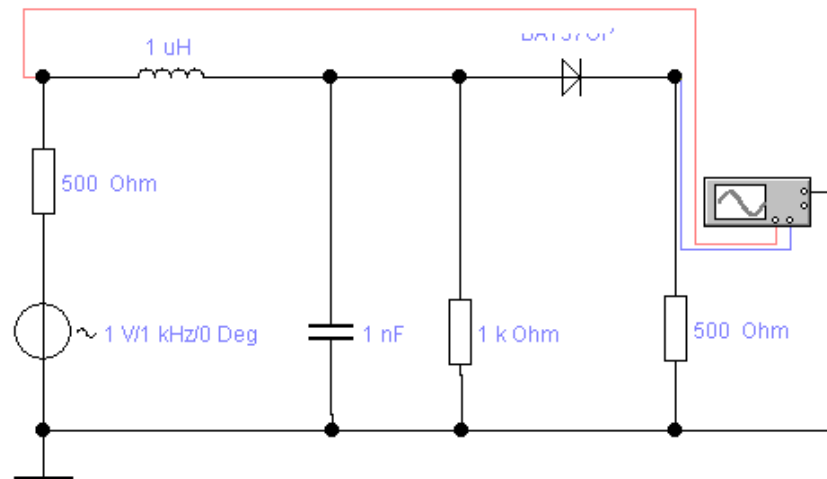

Рис. 1. Еквівалентна схема заміщення НЛ для р-п-переходу.
2. Зробити схему дослідження, згідно рис. 1.